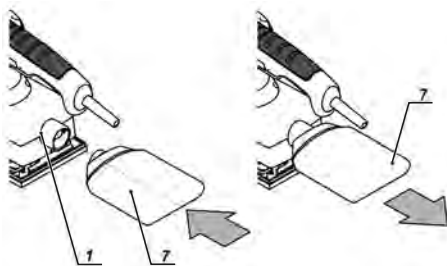

fig.5 - desenho demonstrativo para montagem e desmontagem do reservatório de poeira
Para montar o reservatório de poeira (7), encaixe-o na conexão para o reservatório de poeira (1), fig.5.